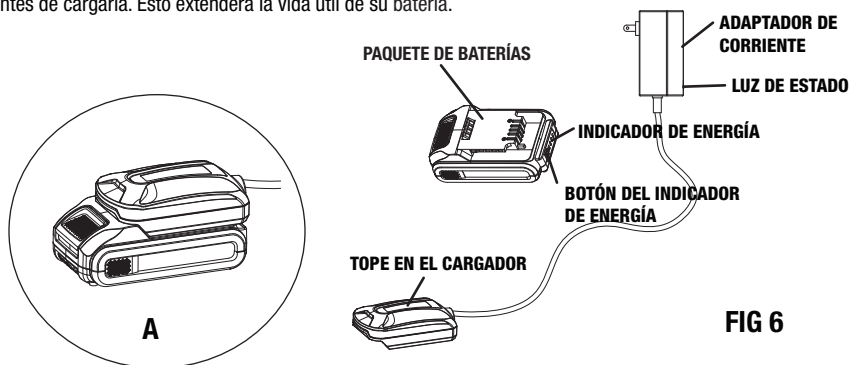

FIG 6
CARGAR LA BATERÍA (FIG 6)
- Deslice la batería hasta el tope en el cargador hasta que encaje con un clic, como se muestra en la figura A-FIG 6. La luz de estado roja indica que la batería se está cargando. La luz de estado se enciende en verde cuando la batería está completamente cargada.